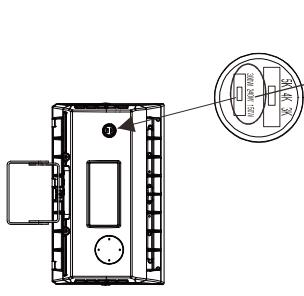

figura 19
Paso 2: Tras ajustar el control de [1]{2} función pertinente, aprieta la clavija metálica en sentido horario. (figura 19).